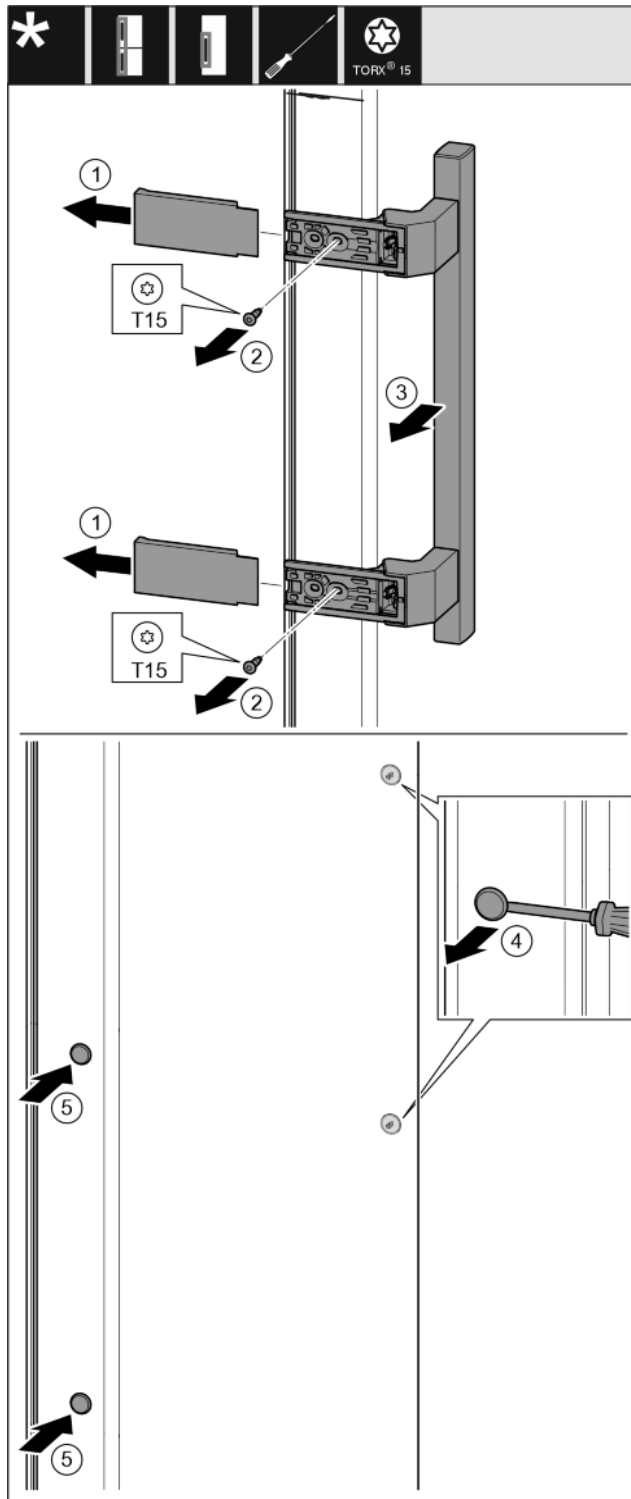

Fig. 30
- ▶ Свалете капака. Fig. 30 (1)
- ▶ Отвийте винтовете с отвертка T15. Fig. 30 (2)
- ▶ Свалете дръжката. Fig. 30 (3)
- ▶ С плоска отвертка внимателно повдигнете страничната тапа и я извадете. Fig. 30 (4)
- ▶ Отново поставете тапата от другата страна. Fig. 30 (5)